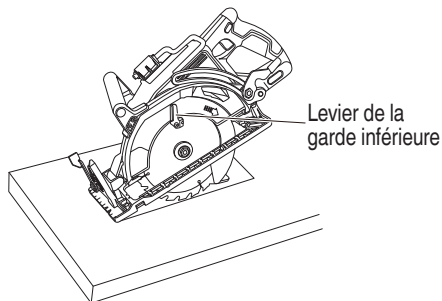

Fig. 31
- (1) Marquer bien lisiblement la section à couper avec des lignes sur tous les côtés. (Voir Fig. 31)
- (2) Régler la profondeur de coupe en fonction du matériau à couper.
- (3) Pousser le levier à fond vers l'arrière jusqu'à ce que la lame soit exposée, comme indiqué à la Fig. 31.